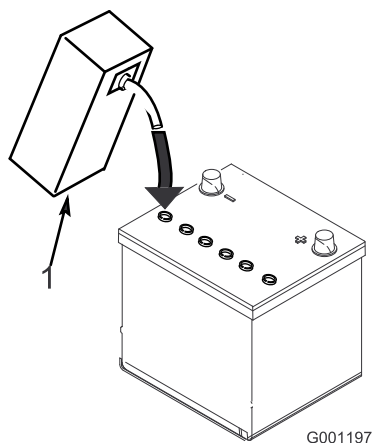

図5
3. 各セルの電極板が液面下6mm程度に水没するまで、電解液を慎重に入れる(図5)。
4. 電極板が液を吸収するまで2030分間程度待つ。必要に応じて、電極板が6mm程度水没するぐらいに電解液を補充する(図5)。